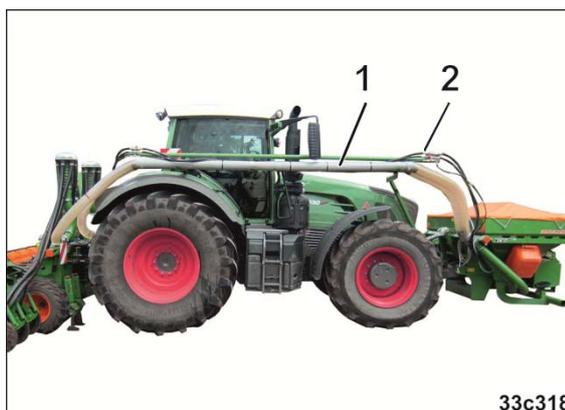

Fig. 29
- un tubo de acero (Fig. 29/1) a través del cual se transporta el producto dosificado desde el depósito frontal a la máquina de montaje trasero.
- Conductos hidráulicos y cables de datos (Fig. 29/2).